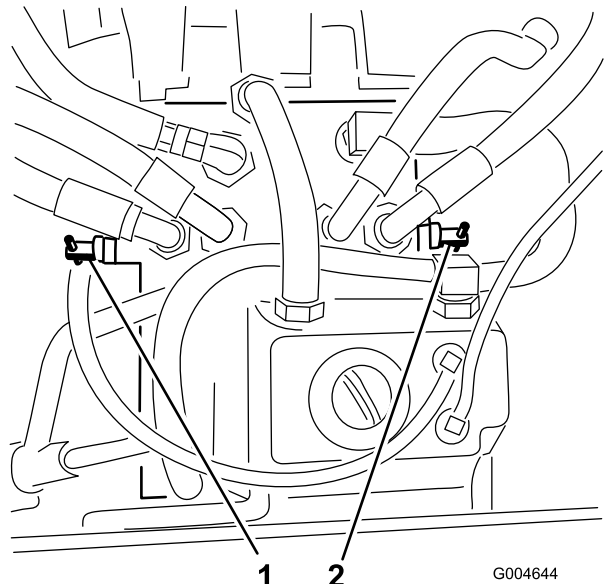

Figure 38
3. Tournez chaque vanne de dérivation d'un tour dans le sens anti-horaire (Figure 38).
Tournez chaque vanne de dérivation d'un tour dans le sens horaire et serrez-les à la main (couple de serrage de 8 Nm approx.) (Figure 38).